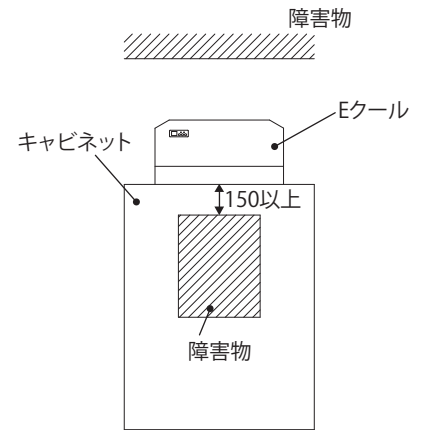

図 1 障害物からの距離
- ・吸気口および排気口の通風を妨げたり塞がないよう、また、排気が直接本製品吸気口に流入しないように取付位置に注意してください。能力低下と結露の原因になります。障害物からの距離をキャビネット内側で 150mm 以上離すことをおすすめします。(図 1)